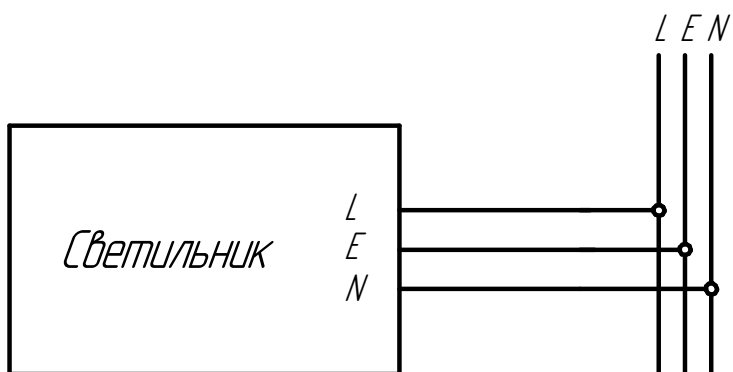

Рисунок 5 - Схема подключения светильника
5.4.1 Подключить сетевой провод к клеммной колодке в соответствии с указанной полярностью (см. рисунок 5).